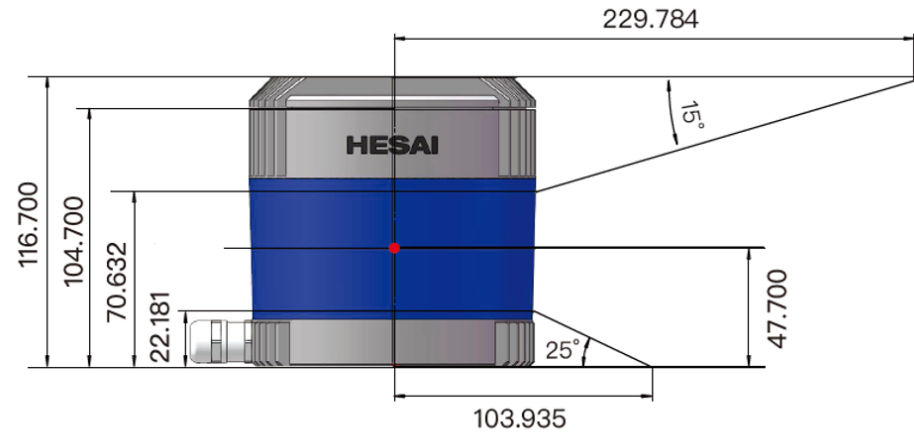

图 5. 激光器发光位置（单位：mm）
- 坐标原点的准确位置标记为 图 5 中的红点，测量数据均以坐标原点为基准。